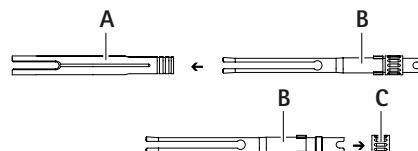

Рис. 8
- Отвинтите зажимной винт **C** назад и снимите его с цангового зажима **B**, см. Рис. 8.